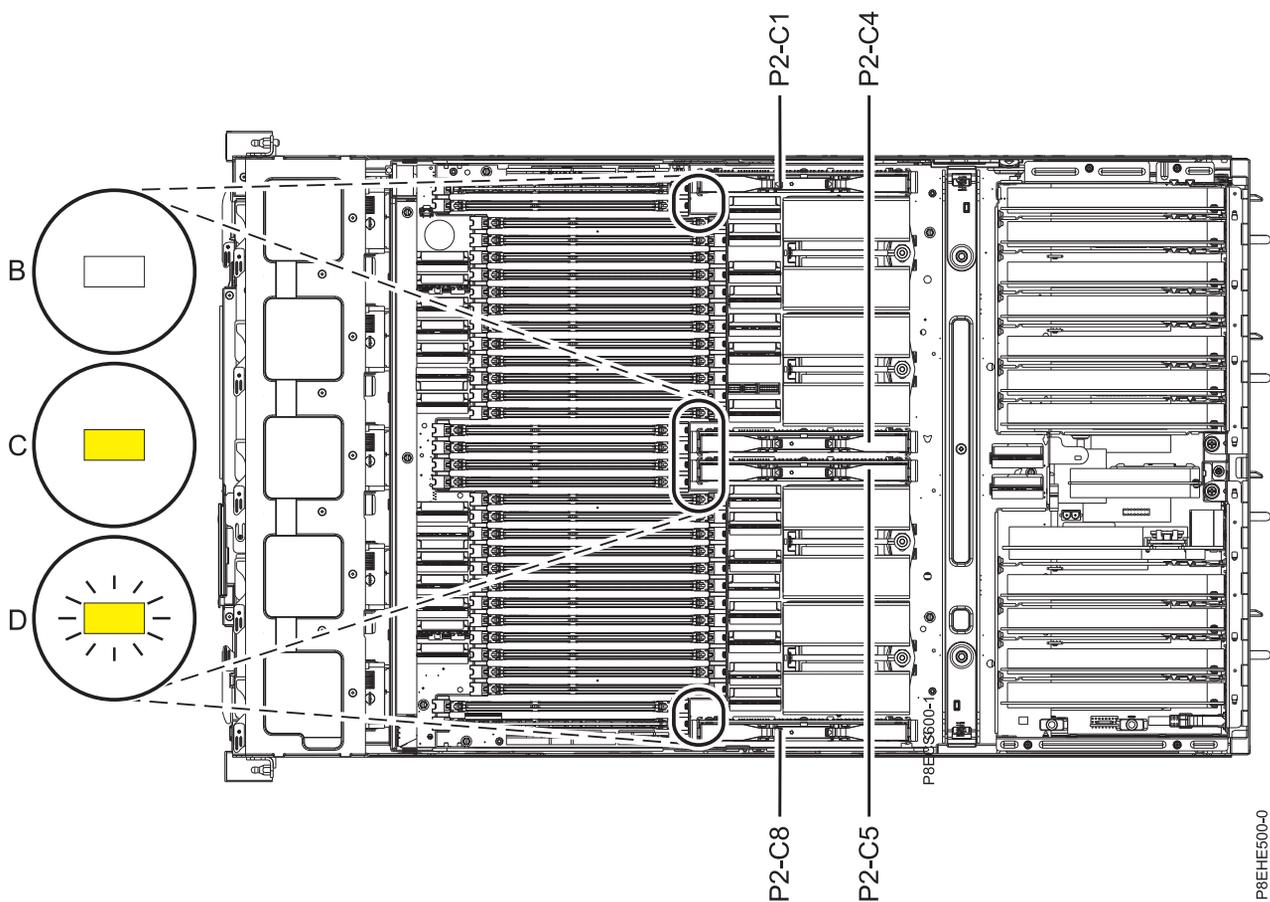

Figure 11. Emplacement des régulateurs de tension de processeur et des voyants correspondants dans le système 8408-E8E
3. Repérez le voyant du régulateur de tension de processeur. La figure 11, à la page 20 illustre l'emplacement du régulateur de tension de processeur et des voyants correspondants.